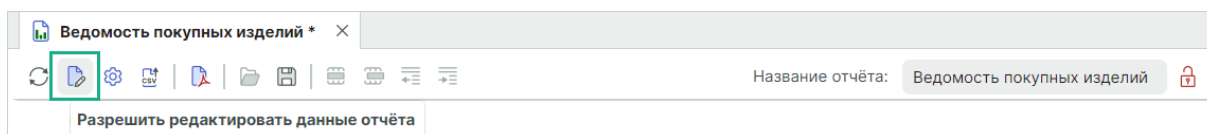

Рис. 17 Подтверждение редактирования отчета
1. Нажмите на иконку  «Разрешить редактировать данные отчета» на панели инструментов, см. Рис. 17.